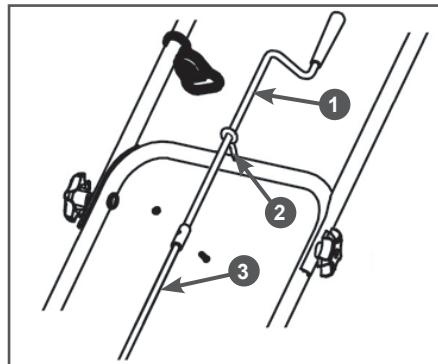

Рис. 5 Установка рычага поворота желоба
4. Установите рычаг поворота желоба. Проденьте рычаг 1 через направляющую 2 на стойке рукоятки управления, вставьте ось рычага в соединительную муфту 3 поворота желоба, совместите отверстия в них и зафиксируйте рычаг вместе с валом с помощью болта и гайки (Рис. 5).